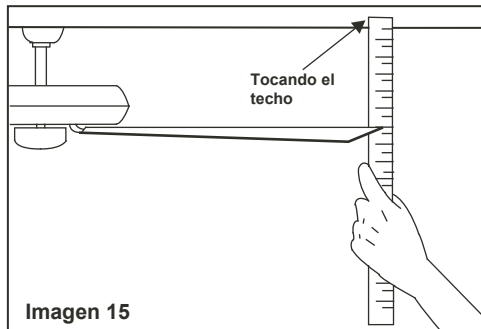

Imagen 15
2. La mayoría de los problemas de tambaleo de los ventiladores se producen cuando los niveles de las aspas son desiguales. Compruebe un nivel seleccionando un punto en el techo por encima de la punta de una de las aspas. Mida la distancia como se muestra en la imagen 15. Gire el ventilador hasta que la siguiente aspa esté posicionada para medir la distancia. Repita con cada aspa. La variación de las distancias no debe superar los 3 mm de margen.